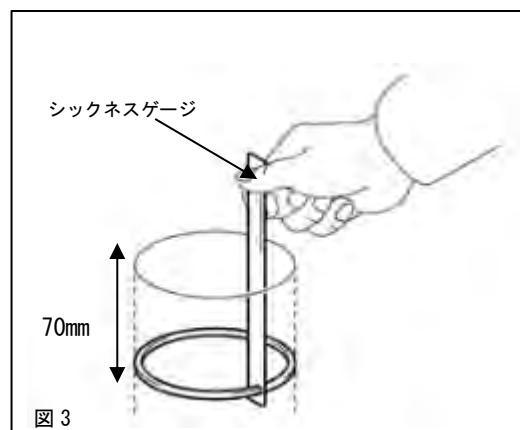

図 3
4. 1 図3のようにピストンリングをシリンダブロック上面から約70mmまでピストンを利用して押し込み、シクネスゲージを用いて合い口隙間の測定をしてください。